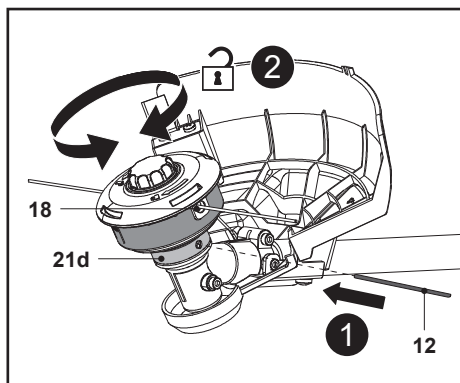

Fig. 25
1. Retourner le produit pour accéder à la tête de coupe-bordures (18).
2. Tourner la tête de coupe-bordures (18) jusqu'à ce que le trou de la bride de support (21d) soit aligné sur l'encoche de la tête d'engrenage.
3. Insérer la tige de blocage de broche (12) dans le trou pour bloquer la broche (21e) (Fig. 25, étape 1).
4. Desserrer la tête de coupe-bordures (18) à la main dans le sens horaire (Fig. 25, étape 2) et la retirer de la broche (21e).